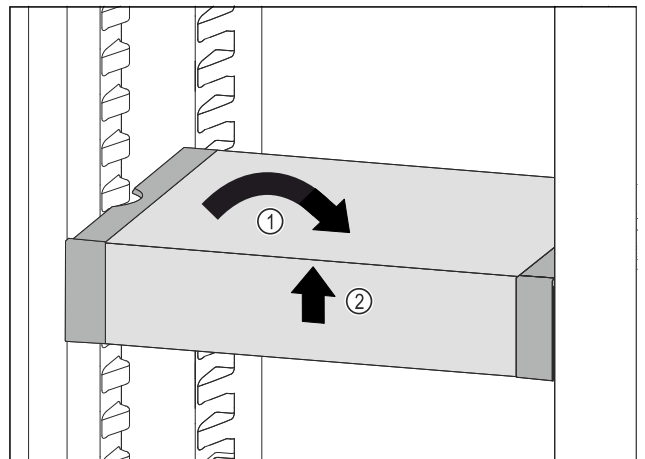

Fig. 57
- ▶ Plasser VarioSafe rett. Fig. 57 (1)
- ▶ Løft VarioSafe opp i forkant. Fig. 57 (2)